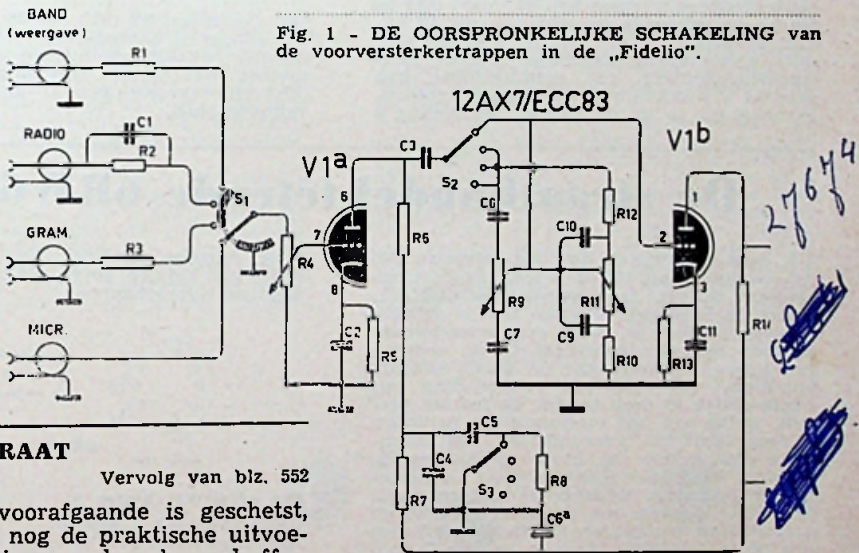

Fig. 1 - DE OORSPRONKELIJKE SCHAKELING van de voorversterkertrappen in de „Fidelio”.
**G**EBRUIKT men hoge tonen luidsprekers met een sterke bundeling en zit de luis-teraar toevallig in die bundeling, dan kan men bij toepassing van de „Fidelio” versterker soms de indruk krijgen van een te hoog ruisniveau. Bij enkele service-gevallen bleek de anode-weerstand R6 van de eerste buis (zie fig. 1) sterk te ruisen, mogelijk veroorzaakt door solderen aan te korte draadeinden (te hoge temperatuur). Verbetering en minder risico is hier te bereiken door voor R6 een 2 watt
C5 en R8 hebben in de oorspronkelijke schakeling (fig. 1) tot doel lage tonen correctie in de microfoonstand onwerkzaam te maken. Voor het uitschakelen van C11 hebben we een schakelcontact nodig, waarvoor we S3